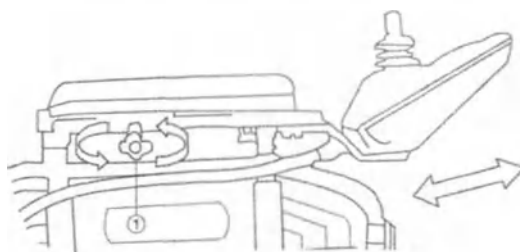

Рис.1.1
5.1.5 Установить пульт управления (Рис. 1.1) на консоль в удобное для пользователя положение и закрепить барашком. Консоль имеет возможность регулирования в продольном и поперечном направлениях.